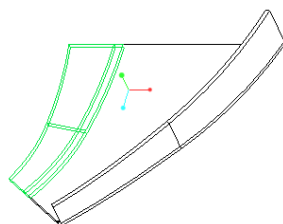

图 1-242 横截面驱动展平
(6) 在“(横截面驱动类型)”对话框中单击“确定”按钮，展平结果如图 1-242 所示。